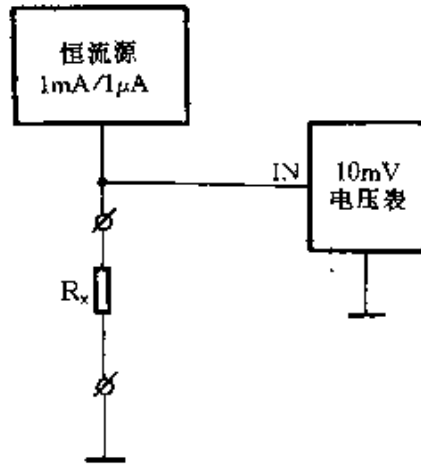

图 4-49
③ 电阻的测量采用了恒流测量法, VT_1 与 R_1 或 R_2 构成恒流源, 提供 1mA 或 $1\mu\text{A}$ 的恒定电流, 通过测量该恒定电流在被测电阻 R_x 上的压降, 即可间接测知 R_x 的电阻值, 见图 4-49。采用恒流法测量电阻的突出优点是表头指示的电阻值为线性刻度, 直观易读, 并可与电压、电流挡共用刻度线。与普通万用表电阻刻度不同的是, 阻值越大表头指针向右偏转角度越大, 即 0Ω 在最左边 (0V 、 0A 位置), 本量程最大阻值在最右边 (满度)。